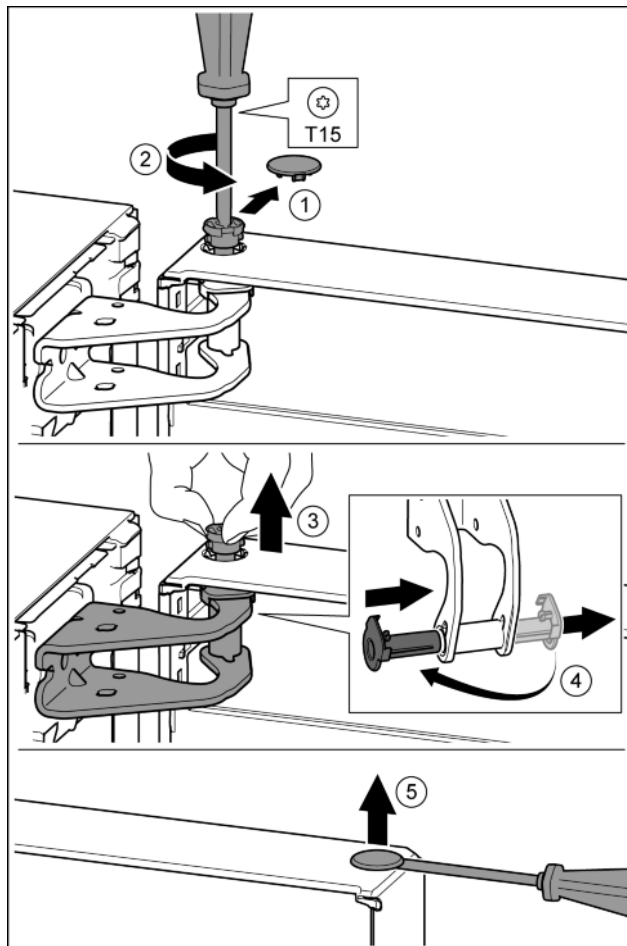

Fig. 7
- ▶ Осторожно снять предохранительную крышку. Fig. 7 (1)
- ▶ Немного выкрутить палец отверткой T15. Fig. 7 (2)
- ▶ Удерживать дверь и вытянуть палец рукой. Fig. 7 (3)
- ▶ Опорную втулку вывести из направляющей. Установить и зафиксировать с другой стороны. Fig. 7 (4)